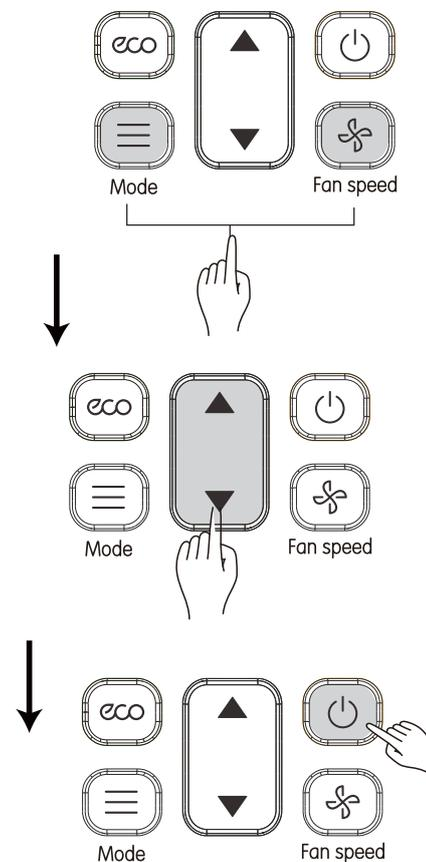

Figura 5
- 3) Após ajustar, pressione ou aguarde 5 segundos para salvar as configurações do parâmetro. A sequência de operação dos botões é exibida na Figura 5.